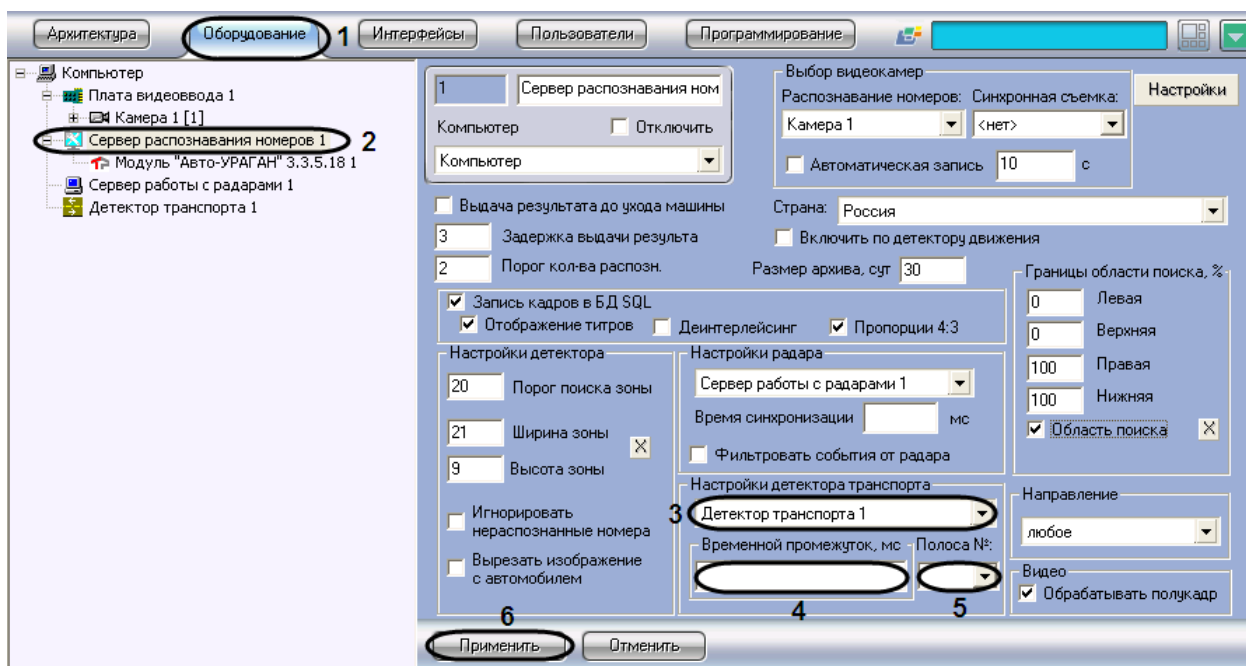

Рис. 7.2—21. Настройка совместной работы Сервера распознавания номеров и программного модуля «Детектор транспорта»
1. В диалоговом окне «Настройка системы» перейти на вкладку «Оборудование» (см. Рис. 7.2—21, 1).
2. В дереве объектов на вкладке «Оборудование» выбрать объект «Сервер распознавания номеров», соответствующий активированному программному модулю «Авто-УРАГАН 3.5.0.29», «CARMEN-паркинг», «CARMEN-Авто» или «VIT» (см. раздел «Активация программного модуля, используемого для распознавания номеров», Рис. 7.2—21, 2). В правой части вкладки «Оборудование» отобразится панель настройки выбранного объекта.
3. Выбрать объект «Детектор транспорта» из списка доступных детекторов в системе (см. Рис. 7.2—21, 3). В данном списке требуется выбрать объект «Детектор транспорта», который направлен на ту же полосу дорожного движения, что и видеокамера, работающая совместно с Сервером распознавания номеров.
распознавания номеров (см. Рис. 7.2—21, 4). Параметр «Временной промежуток, мс» выражается в миллисекундах.